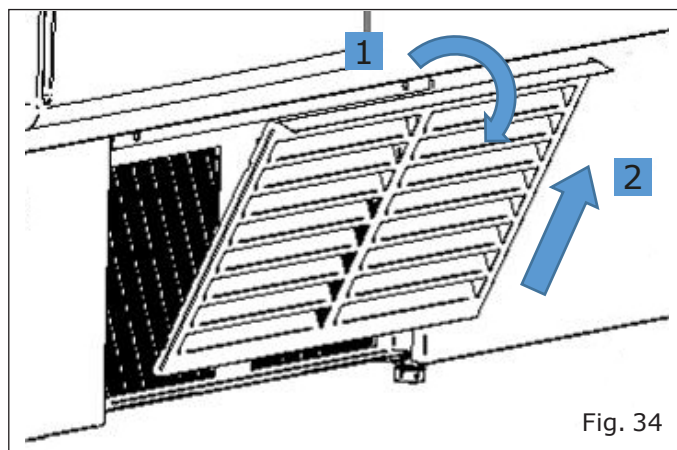

Fig. 34
- Retire la rejilla del condensador quitando las perillas que la aseguran y siga las instrucciones (Fig. 34).